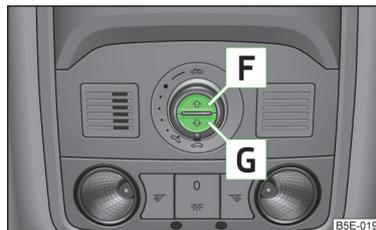

Fig. 27
- Si par ex. la batterie a été débranchée et rebranchée, il se peut que le store pare-soleil ne fonctionne plus. Tourner alors l'interrupteur sur la position  » fig. 26 à la page 48, et maintenir la touche  » fig. 27 à la page 48 enfoncée. Le store pare-soleil s'ouvre et se referme au bout de 10 secondes environ. Relâcher le sélecteur seulement après.
Les touches permettent de fermer et ouvrir le store pare-soleil » fig. 27.
➤ Pour une ouverture complète, appuyez brièvement sur la touche **F** » fig. 27.
➤ Pour une fermeture complète, appuyez brièvement sur la touche **G** » fig. 27.